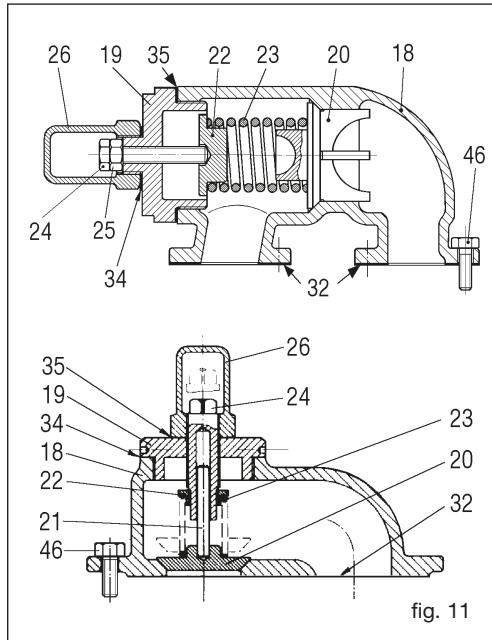

fig. 11
### 10.5 Regulación de la válvula de seguridad (by-pass) (Fig. 11).
- ❑ Destornillar los pernos (43). Actuar sobre los dos agujeros fileteados, donde existan, para facilitar la extracción de la tapadera.
- ❑ Al quitar la tapadera evitar dañar la guarnición (31). En caso de que eso ocurriera, reemplazarla. No utilizar guarniciones dañadas o de espesor diferente de la original.
- ❑ Si la bomba está dotada de válvula de seguridad montada en la tapadera (V. fig. 11) no es necesario quitarla. Si también la válvula necesita manutención, destornillar los pernos (46) y quitarla, teniendo cuidado con no perjudicar la/las junta/as (32). Si esto ocurriera, sustituirla.